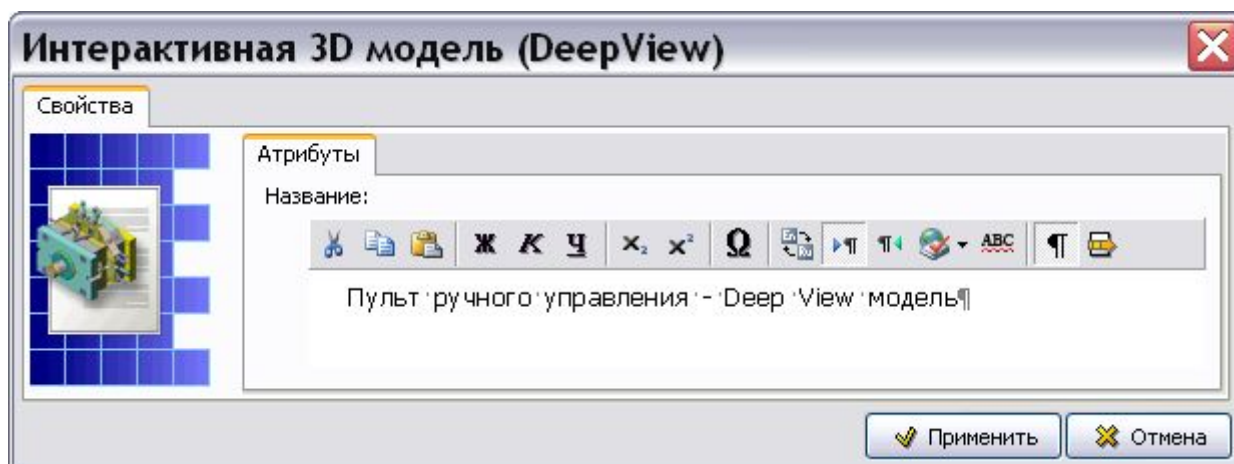

Рис. 4.54
2. Выделите раздел **DeepView модели** и нажмите на кнопку . При этом откроется окно **Интерактивная 3D модель (DeepView)** (Рис. 4.54).
3. На вкладке **Атрибуты** введите название модели (Рис. 4.54).